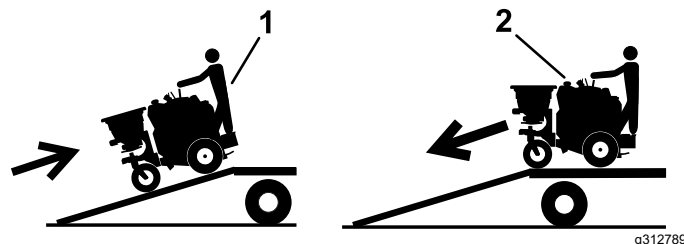

Figura 55
5. Suba la máquina a la rampa hacia adelante (Figura 55).